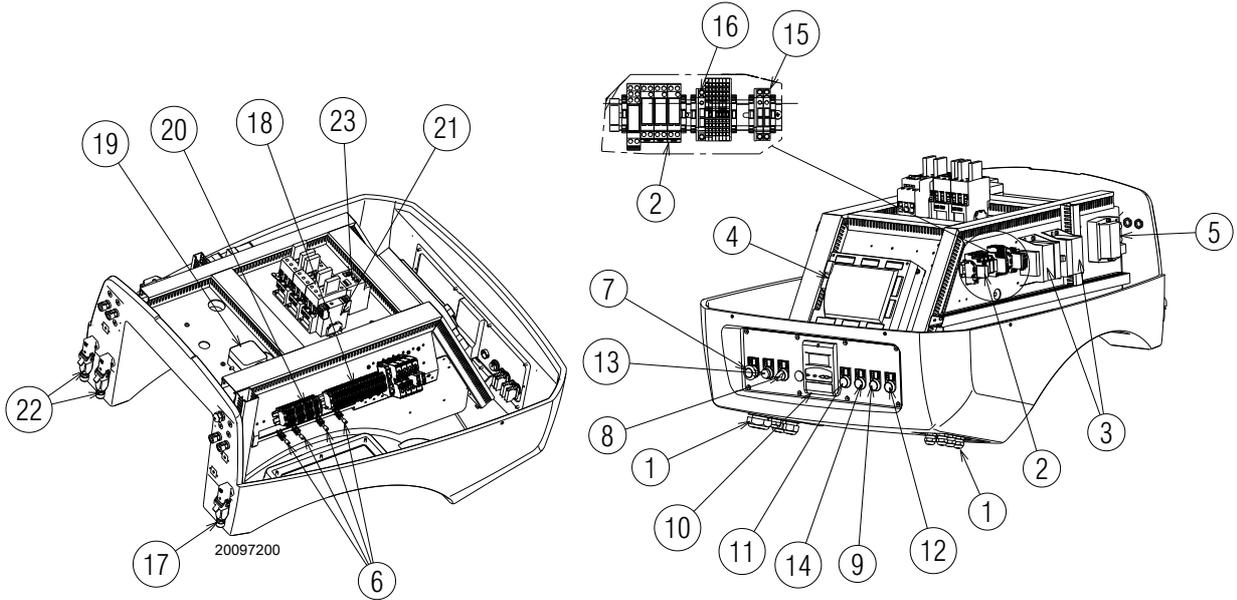

图 6
- **控制器锁定**：按钮 13 ) ( 图 6 ) ( 红色 led ) 灯亮指示燃烧器处于锁定状态。按下按钮 13 ) ( 图 6 ) 解除锁定。